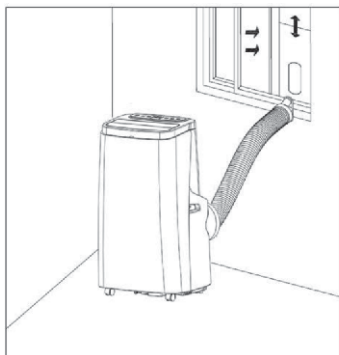

Figur 4
1. Flyt airconditionenheden med installeret varmerør og fittings hen foran vinduet. Afstanden mellem huset og væggene eller andre genstande skal være mindst 50 cm (som vist i figur 4).